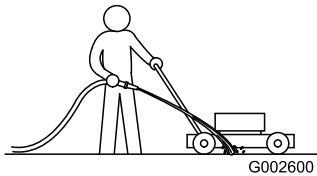

Bild 42
1. Lassen Sie den Motor auf einer flachen, befestigten Oberfläche laufen und sprühen Sie Wasser vor das rechte Hinterrad (Bild 42).